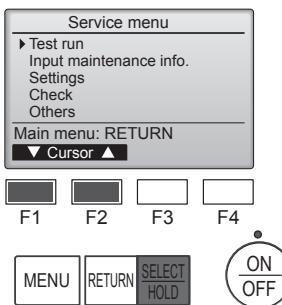

Fig. 7-1
(1) Dans le Menu SAV, sélectionnez "Test run" (Test fonctions) puis appuyez sur la touche [SELECT/HOLD] (SÉLECTION/EN ATTENTE). (Fig. 7-1)